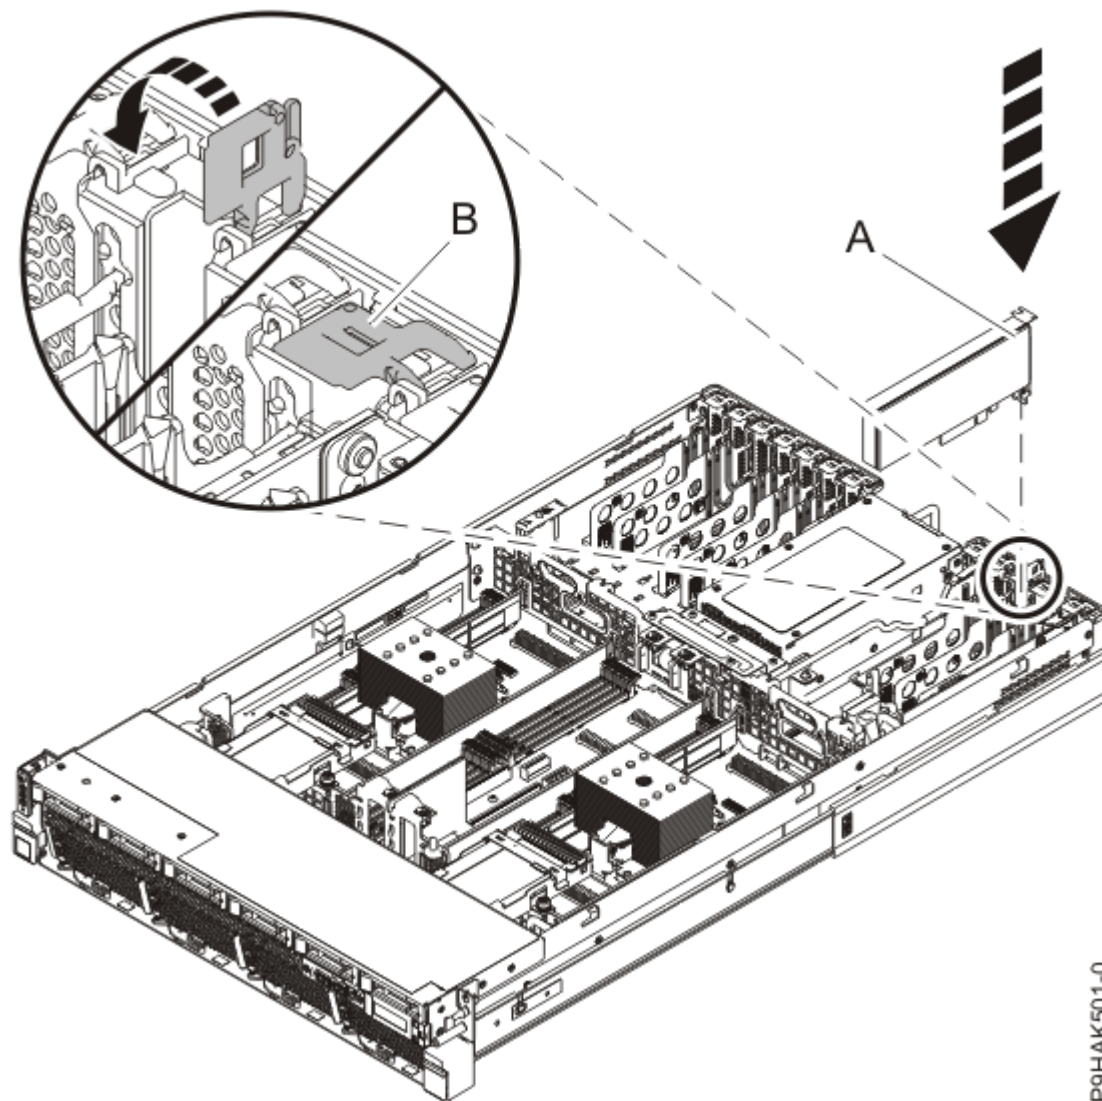

Figure 11. Installation ou remise en place d'un adaptateur dans un système 5105-22E, 9008-22L, 9009-22A, 9009-22G, 9223-22H ou 9223-22S
5. Si le loquet de la carte (**B**) sur l'emplacement cible du système n'est pas déjà en position ouverte, mettez-le en position ouverte en le tirant vers l'extérieur de sa patte située à l'arrière du système. Voir Figure 11, à la page 17 pour connaître l'emplacement du loquet d'adaptateur.
6. Appuyez fermement sur la carte pour l'insérer correctement dans son connecteur. Voir Figure 11, à la page 17.